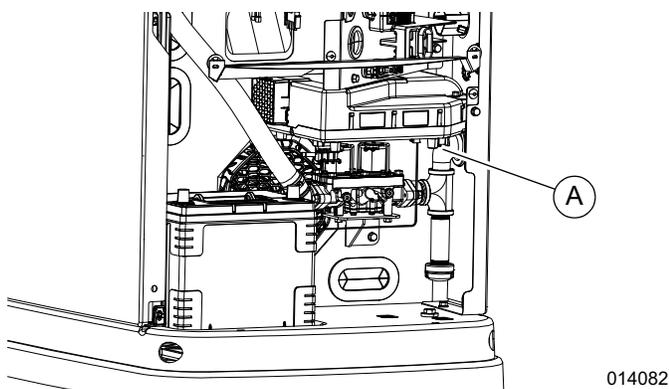

Figure 3-10. Emplacement du fusible 15A
REMARQUE : Voir Figure 3-10. Retirer les panneaux avant et d'admission de l'appareil et retirer le fusible de 15 A (A) du convertisseur.